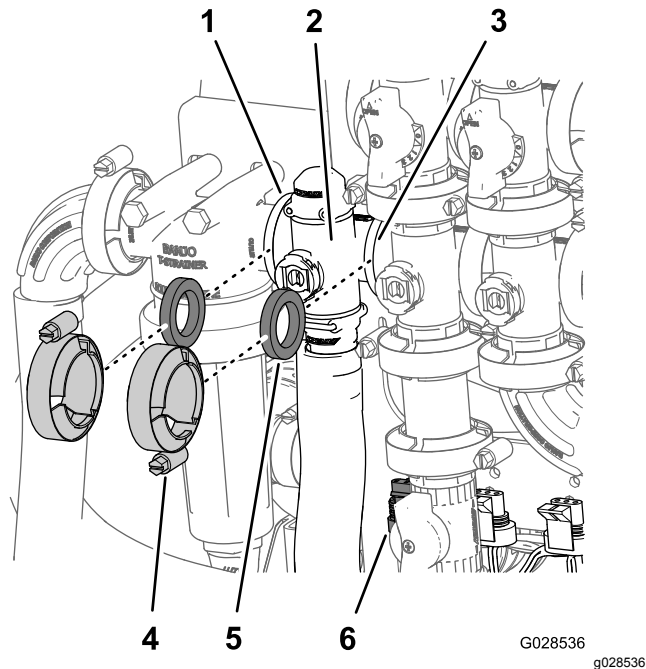

図 88
1. 散布量制御バルブ用のマニホールドを固定しているクランプとガスケットを外す 図 88。